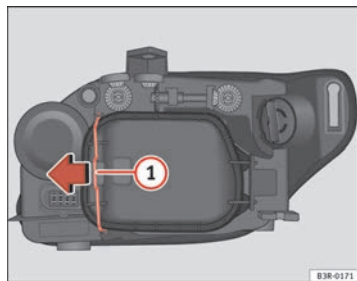

Fig. 208 Anabbaglianti
Anche se non necessario, estrarre prima la copertura ⇒ pag. 282, fig. 208, rende più facile la sostituzione. ■
- Far scorrere il tirante ⇒ fig. 208 ① nel senso della freccia e sfilare la copertura separando prima il lato del tirante ed estraendo dopo le due linguette dell'estremità opposta.